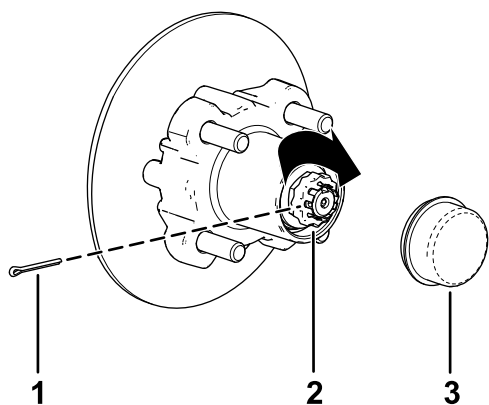

図 38
8. ナットの上からリテーナを取り付け、リテーナのスロットとスピンドルのスロットが整列しているかどうか確かめる 図 38。
9. コッターピンを取り付け、ピンの足をリテーナに巻き付けるように曲げる 図 38。
10. ハブにダストキャップを取り付ける 図 38。